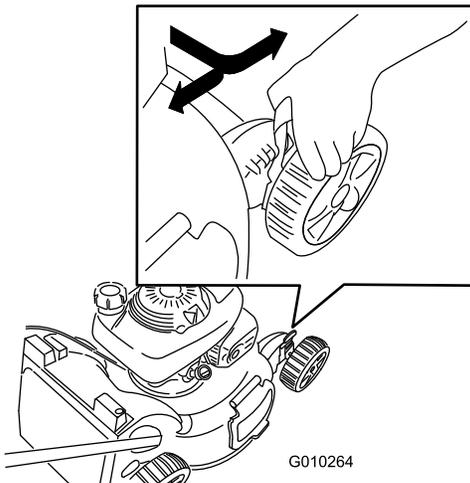

Figura 15
**Nota:** Para elevar la máquina, mueva las 4 palancas de altura de corte hacia adelante; para bajar la máquina, muévalas todas hacia atrás (Figura 15).